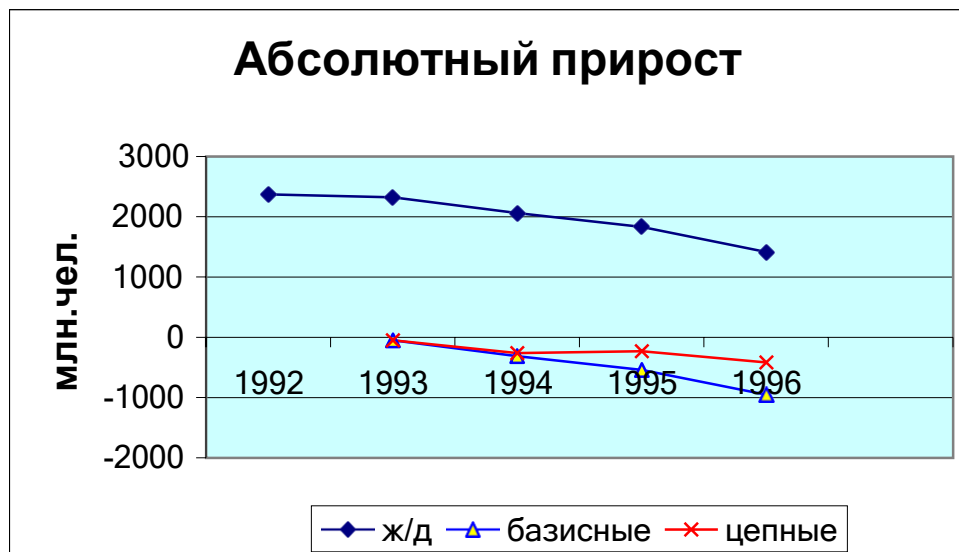
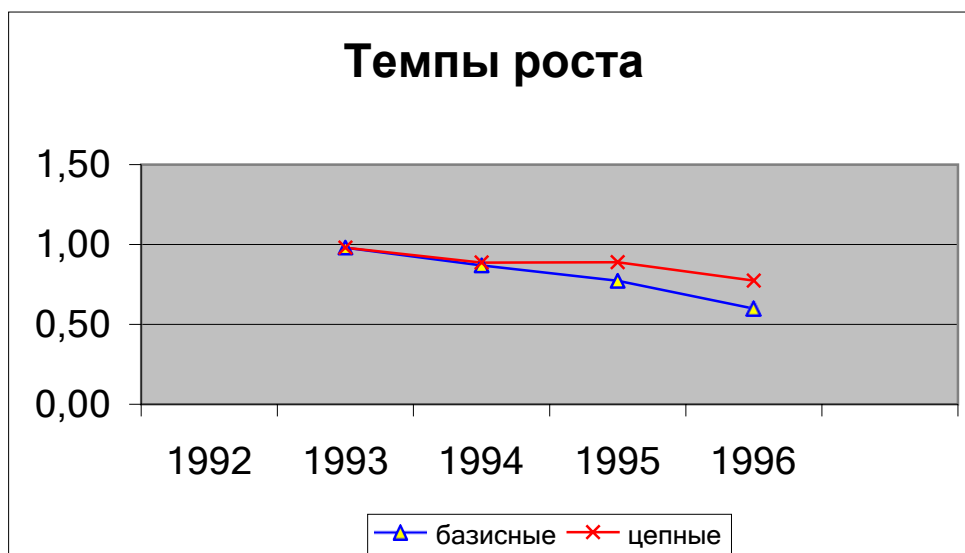

Рис. 3.3. График «Абсолютный прирост»
Рис. 3.4. График «Темпы роста»
4. Используя вычисленные данные таблицы, постройте графики «Абсолютный прирост» (см. рис. 3.3) и «Темпы роста» (см.рис. 3.4).